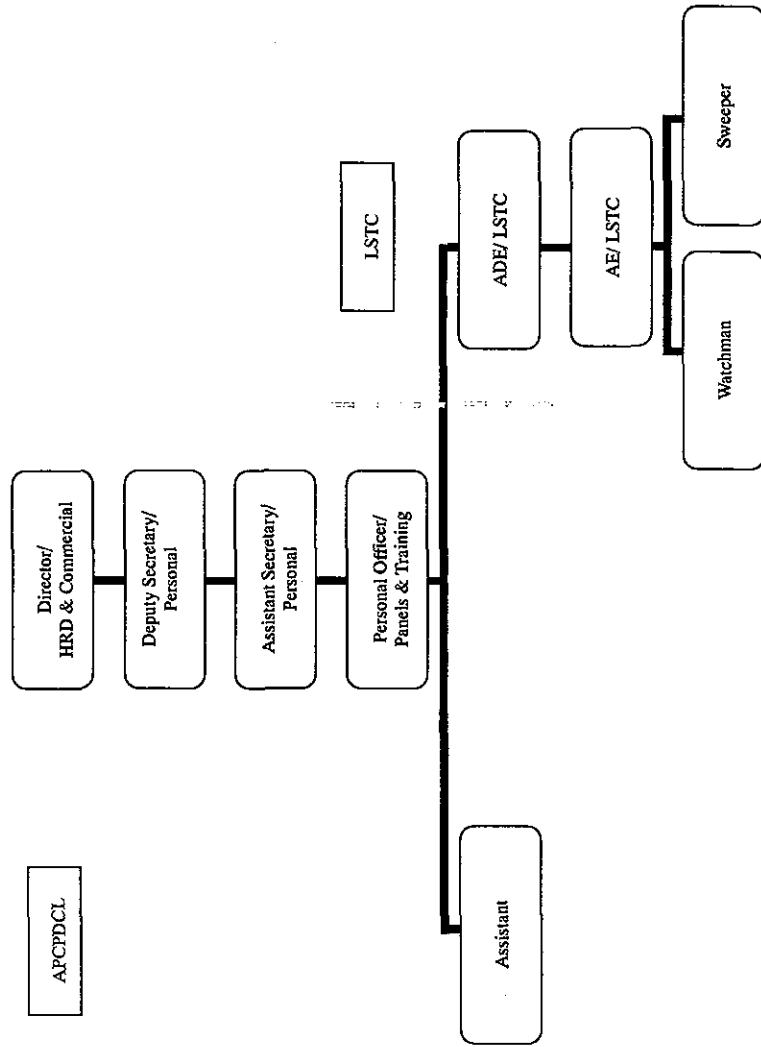

図 7.4 Organization Chart of LSTC
- ◆ CPDCLの組織図を図7.3に，LSTCの組織図を図7.4に示す。